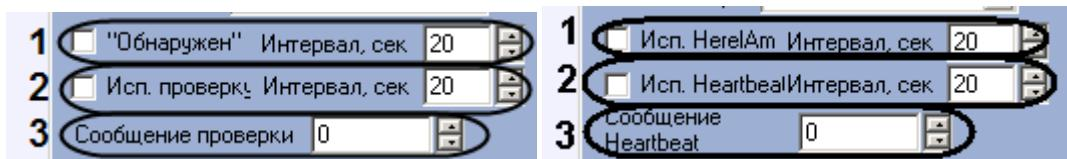

Рис. 3.6—5 Настройка сообщений контроллера
Настройка сообщений контроллера осуществляется на панели настроек соответствующего объекта (Рис. 3.6—5).
1. Если требуется в **Протокол событий** отправлять сообщения о том, что с контроллером установлена связь и он доступен, необходимо установить флагок **“Обнаружен”** и задать интервал отправки данного сообщения в секундах в поле **Интервал** (см. Рис. 3.6—5, 1).